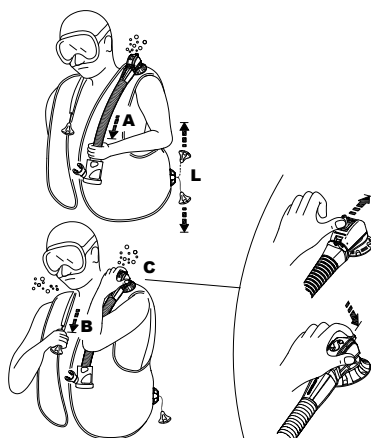

bild 7
- a) dra försiktigt i slanganordningen (bild 7 - A). Ingen större kraft krävs för att dra i slanganordningen. Ventilens rörelseutrymme är begränsat och luftflödet ökar inte genom att du drar hårdare. Stäng ventilen för snabbluftdumpning genom att sluta dra i den och sedan släppa den.
- b) trycka på knappen som sticker ut på ventilens hölje (fig. 7 - C) (Patenterad): detta system kan även vara användbart för tömning av luft om en annan dykare får problem (panik, oerfaren dykare, medvetlöshet, etc.).
- Den dubbla SCUBAPRO®-ventilen för snabbdumpning har en säkerhetsknapp som släpper ut luft när den trycks ner (fig 7-C) ifall det manuella dumpningssystemet inte fungerar (trasig kabel, stift osv.) eller medan du andas från den alternativa luftkällan.
### **Axelventil (fig. 7-B)**
Ventilen på höger axel, om närvarande, aktiveras genom att dra försiktigt i knappen som är ansluten via en snodd på själva ventilen (bild 7 - B). För att använda snabbdumpningsventilen ska du hålla ventilen högre än luftbubblan i dykvästen. Aktivera dumpventilen till önskad flytkraft uppnås. Sluta att dra/trycka för att stänga ventilen (bild 7 - B).
### **Undre snabbdumpningsventil (bild 7 - L)**
tömningsanordningarna med störst utloppsflöde är axelventilen (fig. 7-B) och den undre ventilen (fig. 7-L).